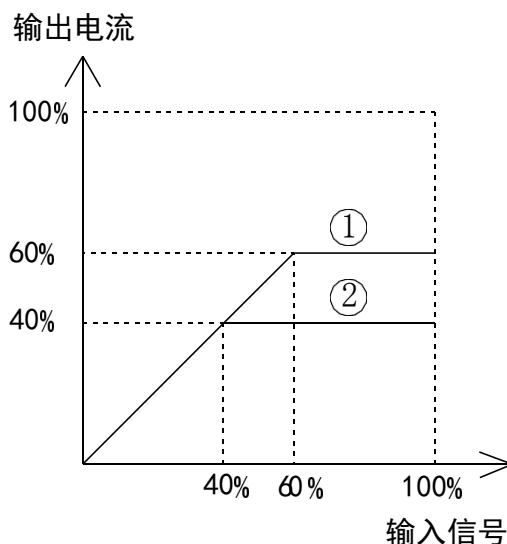

图 9
5) 限流特性如图 9 所示。限流有效区间 40%-100% 图 9 中①所示电流限制值是最大电流的 60%；图 9 中②所示电流限制值是最大电电流的 40%。